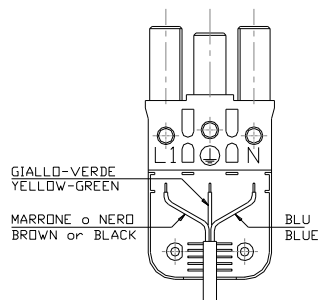

Figura 10 - Figure 10
- Collegare i cavi elettrici in spina del connettore D secondo quanto riportato in figura 10.